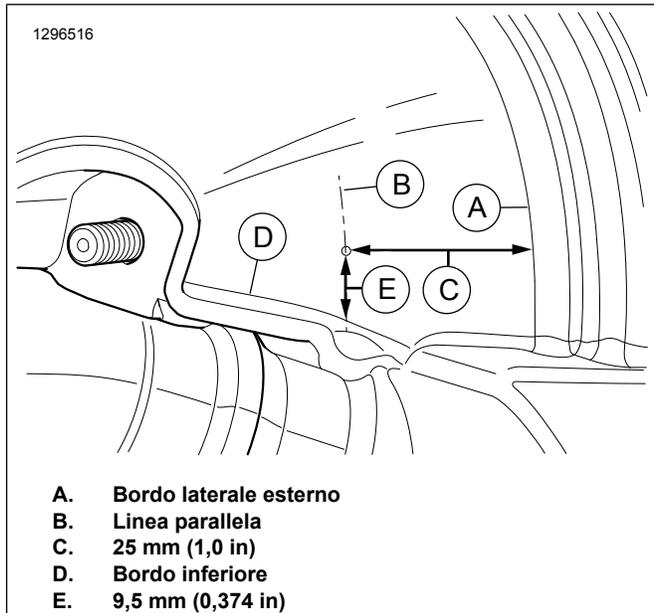

Figura 10. Trapanare in quel punto
12. Vedere Figura 10. Dal bordo laterale esterno (A), tracciare una linea parallela (B) alla distanza specificata (C).